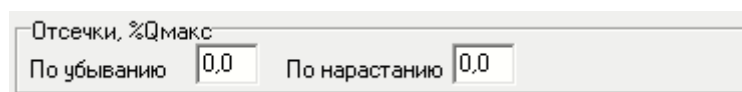

Рис.23. Вид области «Отсечки, %Qмакс».
3.3.2. В расходомере предусмотрена возможность установки отсечек снизу при изменении расхода **По нарастанию** и **По убыванию**. Параметры содержатся во вкладке **Основные параметры** в области **Отсечки, %Qмакс** (рис.23):